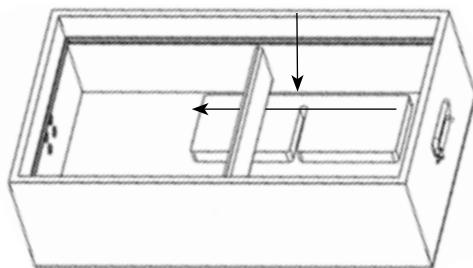

Fig. 22
2. Capovolgere la sitting box e posizionare i distanziatori in schiuma sul fondo, con la carta PSA rivolta verso l'alto. Farla scorrere sotto la doga in legno che si trova nel centro (vedere fig. 22).